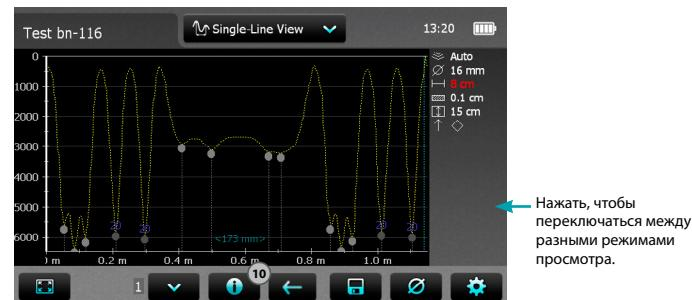

Рисунок 21: Однополосный просмотр с кривой мощности сигнала
Рисунок 21 показывает однополосный режим с заданной кривой мощности сигнала (желтая кривая из точек). Вертикальная ось показывает мощность сигнала; линия минимальной толщины защитного слоя не показана. Это однополосный режим измерений, выполненных в многополосном режиме, поскольку в положении ⑩ 1 относится к отображеному ряду измерения. Нажмите на ⑩ для отображения однополосного просмотра следующего ряда.